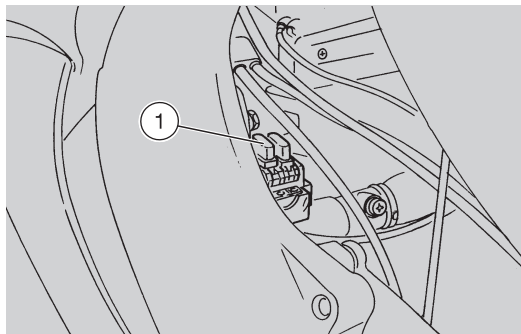

Abb. 52
## SICHERUNGEN WECHSELN (Abb. 52)
- eine Sicherung (1-Abb. 52) nach der anderen herausziehen und prüfen, ob sie durchgebrannt sind;